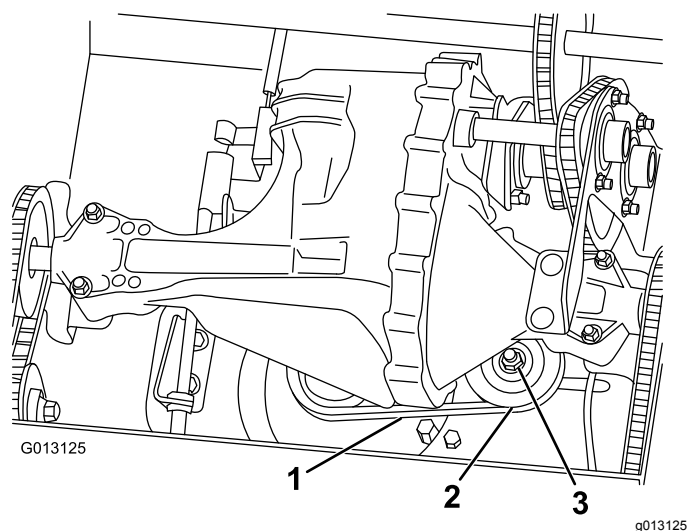

Рисунок 29
3. Приложите к ремню между шкивами усилие 9 кг (Рисунок 29).
- A. Ослабьте гайку крепления натяжного шкива (Рисунок 29).